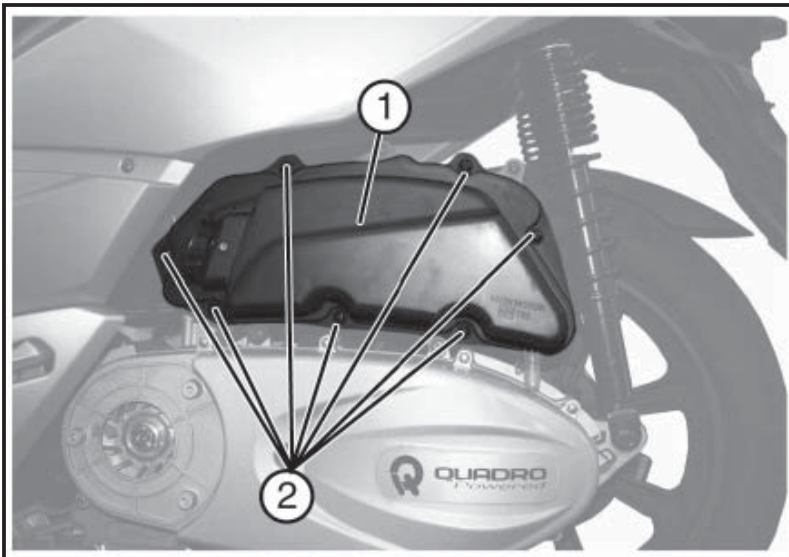

Abb. 02
- Die sieben Schrauben «**2 - Abb. 02**» abschrauben.
- Die Abdeckung des Filtergehäuses «**1 - Abb. 02**» entfernen.